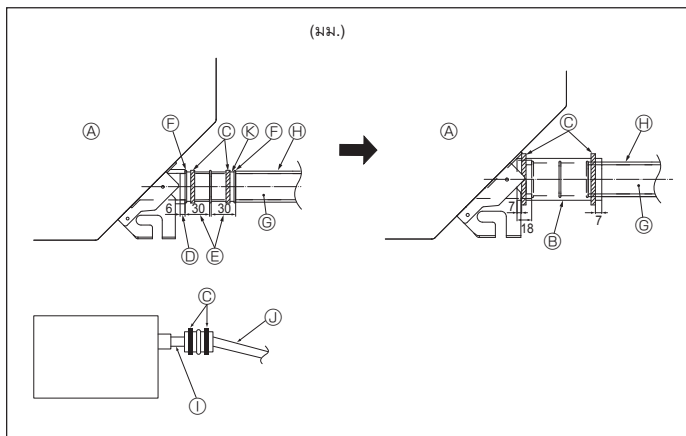

Fig. 5-2
1. ต่อข้อต่อท่อน้ำทิ้ง (ให้มาพร้อมกับเครื่อง) เข้ากับช่องระบายน้ำ (Fig. 5-2) (ติดให้แน่นด้วยกาว PVC แล้วรัดด้วยยางรัดให้แน่นอีกชั้น)